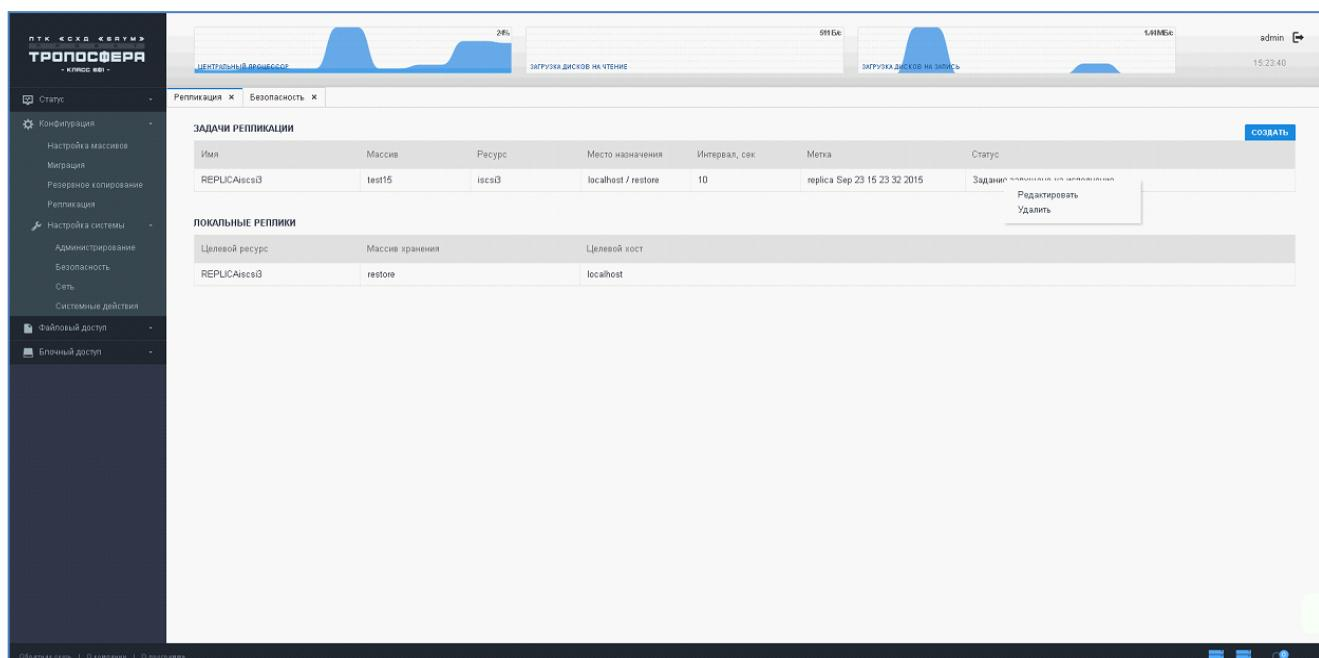

Рисунок 42 - Меню работы с задачами репликации
- 2) В области «Задачи репликации», по щелчку правой кнопкой мыши на необходимой задаче, в выпадающем меню выберите пункт «Удалить» (Рисунок 42).